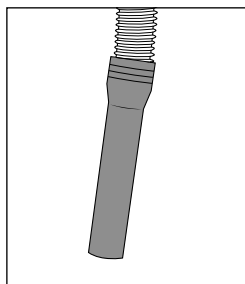

Fig. 9
- ◆ Utilice el tubo de aspiración 23 para aspirar partículas más grandes de polvo (consulte la fig. 9).